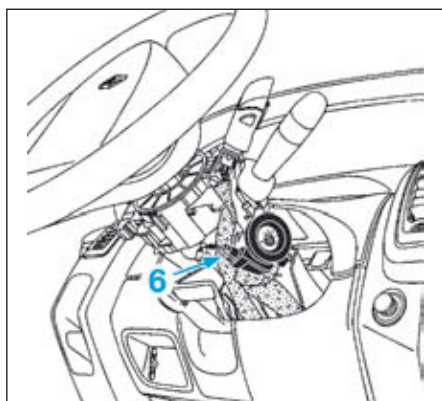

FIG.9
- Débrancher le connecteur (6) et déposer le transpondeur (Fig.9).